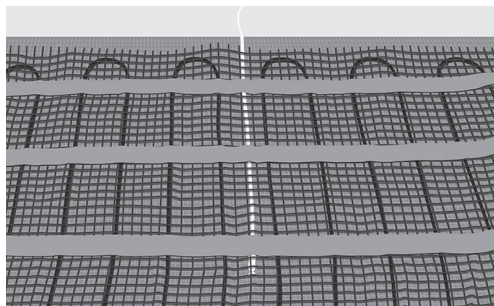

Fig. 7. Placér røret/føleren mellem kablerne
11. Placér og fastgør røret eller gulvføleren. Sørg for at placere røret/føleren mellem to varmekabler (fig. 7) og forsegl enden af røret.